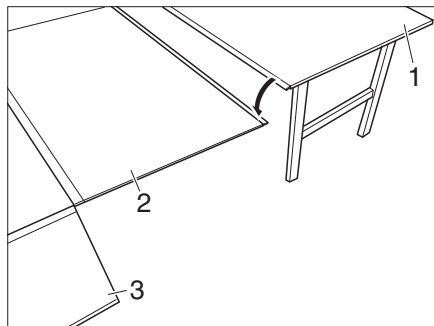
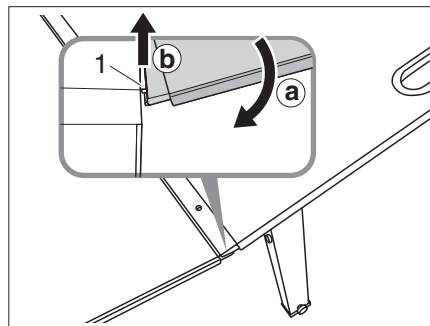

Fig. 29 Aggancio della prolunga del tavolo
Fig. 30 Aggancio del tavolo
- Posizionare la prolunga del letto (Fig. 29,2) sulla guida (Fig. 30,1) del campbox e spostarla verso il basso (Fig. 30,a).
- Sollevare entrambe le guide nel punto di collegamento (Fig. 30,b). Le guide si incastrano l'una nell'altra.
- Inserire il tavolo (Fig. 29,1) nella rispettiva prolunga (Fig. 29,2) seguendo la stessa procedura (Fig. 30).